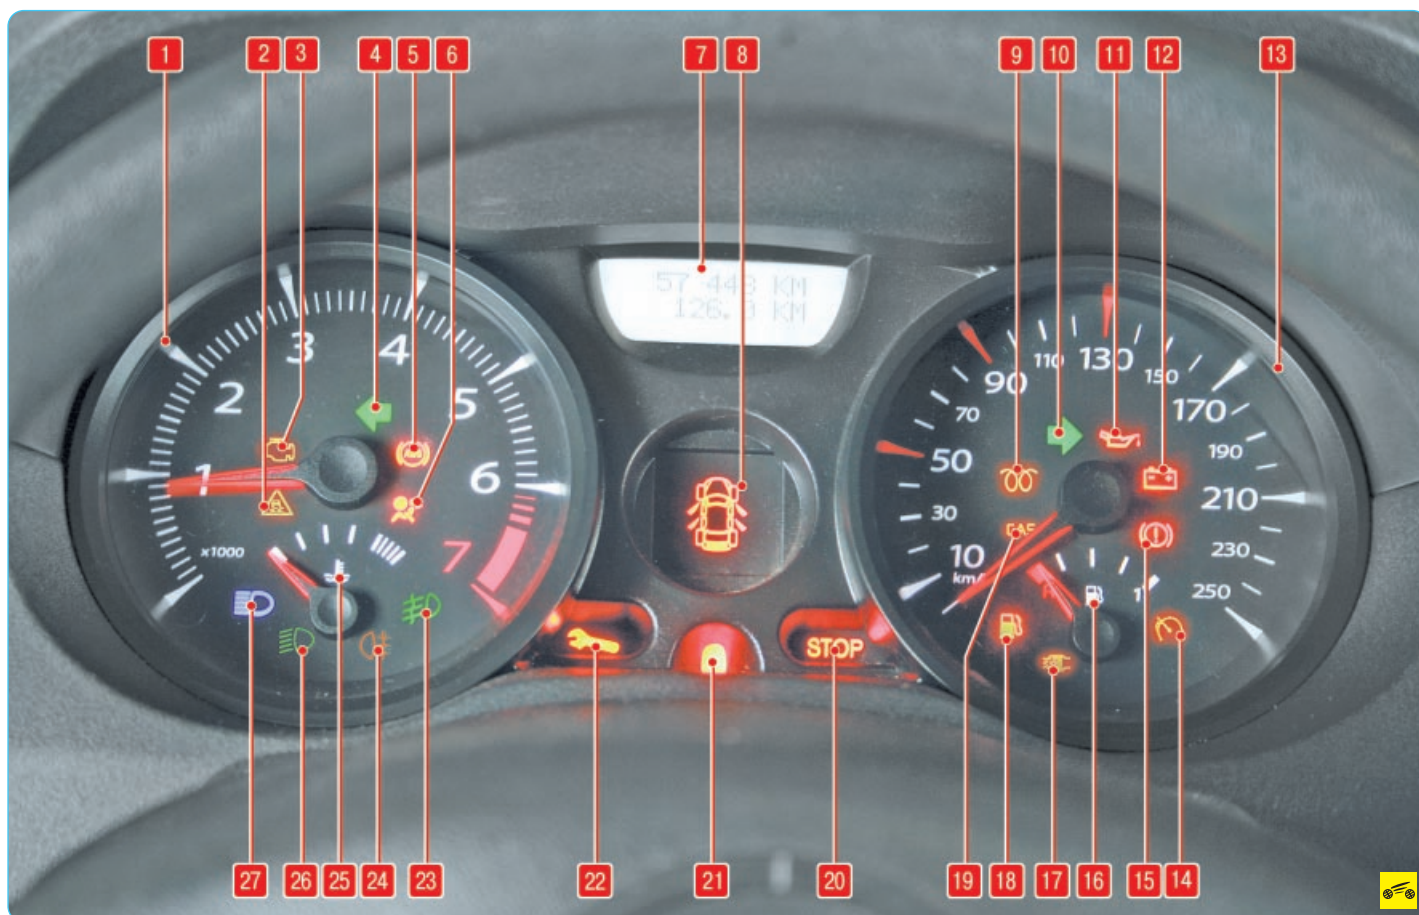

Рис. 1.11. Комбинация приборов
– режим включения **указателей поворота**. Переведите рычаг вверх или вниз до включения указателей поворота. При перемещении рычага вверх или вниз в комбинации приборов начинает мигать сигнализатор соответственно 10 или 4 (см. рис. 1.11). При возврате рулевого колеса в положение прямолинейного движения рычаг автоматически устанавливается в исходное положение. При смене полосы движения для включения указателя поворота достаточно нажать на рычаг в направлении вверх или вниз только до момента ощутимого сопротивления, не фиксируя рычаг. При отпускании рычаг вернется в исходное положение;
...переместите рычаг на себя. При этом в комбинации приборов загорится сигнализатор 27 (см. рис. 1.11);
сигнализатор 23 (см. рис. 1.11) (нефиксированное положение);
– включены задние противотуманные фонари, при этом в комбинации приборов дополнительно загорается сигнализатор 24 (см. рис. 1.11) (нефиксированное положение).
Для того чтобы затормозить автомобиль стояночным тормозом, поднимите рычаг до упора вверх – при этом в комбинации приборов загорится сигнализатор 15 (см. рис. 1.11).
Расположение приборов и сигнализаторов в комбинации приборов показано на рис. 1.11.